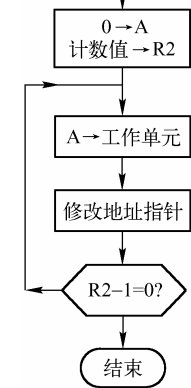

图 3.4 例 3.7 的程序流程图
**解：**设有 50 个工作单元，其首地址存放在 DPTR 中，循环次数在 R2 寄存器中。每执行一次循环，R2 的内容减 1，直至 R2=0，循环程序结束。如把 4500H~4532H 单元清零，流程图如图 3.4 所示。